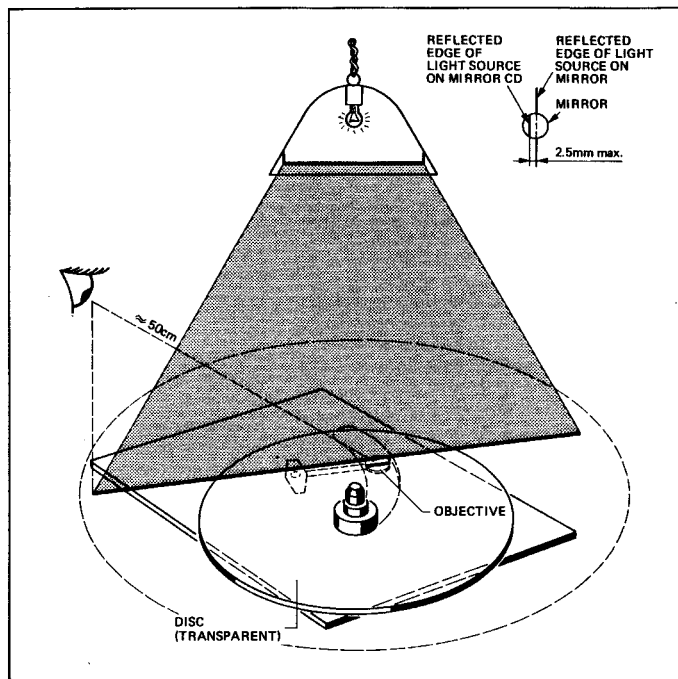
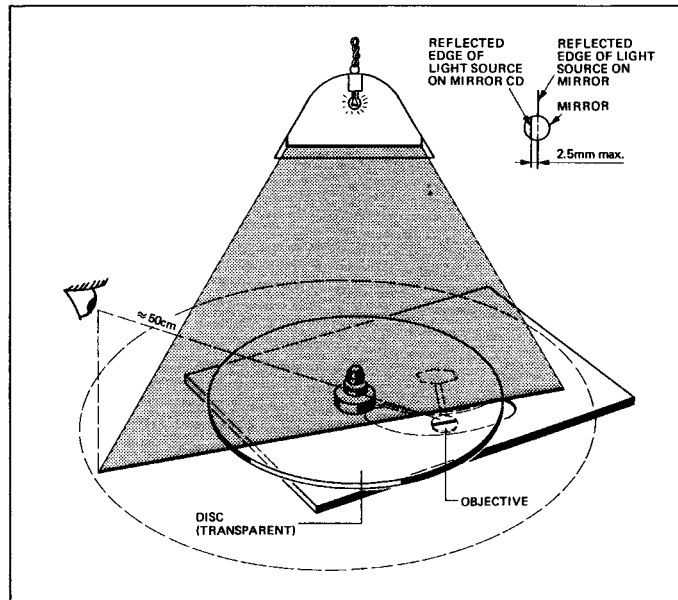

Fig. 4.11
Fig. 4.12
-> Fig. 4.11 / Fig. 4.12
- Beim Betrachten der beiden Schattenlinien auf der Glas-CD und auf dem Spiegel (Fig. 4.11) darf deren seitlicher Versatz nicht mehr als 2,5 mm betragen.
- Laufwerk so aufstellen, dass die Schattenlinie senkrecht zum Abtastarm, aber durchs Zentrum des Spiegels auf der Laser-Optik verläuft. (Fig. 4.12)